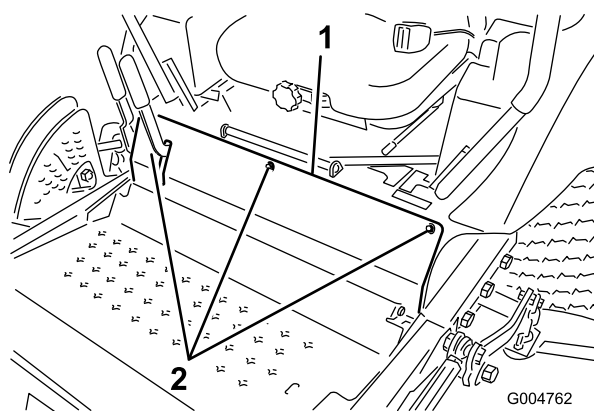

Bild 60
3. Nehmen Sie die Schrauben ab, mit denen die Frontplatte befestigt ist, und nehmen Sie sie ab (Bild 60).